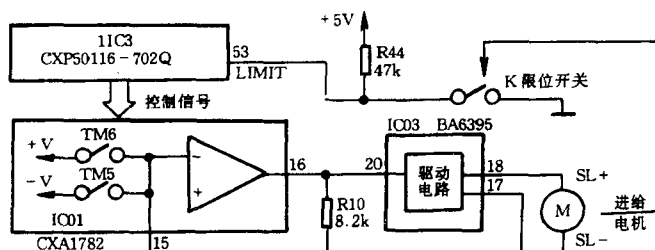

图 2 与本例故障检修有关示图
故障原因分析与排除方法 此故障显然是激光头运行失控,有关电路见图 2。图中微处理器 CXP50116 - 702Q 的⑤脚(LIMIT)为激光头进给限位开关检测脚。开关 K 为 VCD 机芯上的限位开关。CXA1782⑩脚为进给伺服电机控制信号输出端。通电开机后,微处理器将通过
③脚对开关 K 的状态进行检测。如果 K 没有闭合,则微处理器③脚为高电平,微处理器发出控制信号,使 CXA1782 中的 TM6 闭合,从 CXA1782⑩脚输出滑行伺服电机控制信号。信号峰值电压 1.8V 左右,此电压通过 BA6395 的驱动电路输出驱动电压,使电机反转,则光头向内移动。当激光头碰触开关 K,使开关 K 对地闭合,这时,微处理器③脚为低电平。微处理器通过③脚检测到低电平后,控制 TM6 断开,滑行伺服电机停止转动。如果微处理器③脚到限位开关 K 的连线不通或某种原因使微处理器③脚始终为高电平,则微处理器将控制 CXA1782⑩脚始终输出进给伺服电机控制信号,使电机一直反转,造成激光头传动齿轮打滑,发出“喀喀”响声。